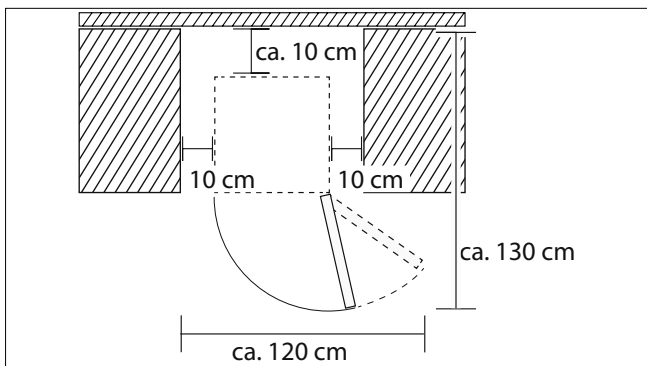

Fig. 3 – Dimensiones de espacio necesarias
- Al instalar el aparato, tenga en cuenta el espacio requerido: para garantizar una ventilación suficiente, hay que mantener una distancia mínima de 30 cm con el techo, 10 cm con las paredes laterales y con la pared trasera. Para poder abrir completamente la puerta de la cámara frigorífica, es necesario disponer de las siguientes dimensiones de espacio (véase Fig. 3).